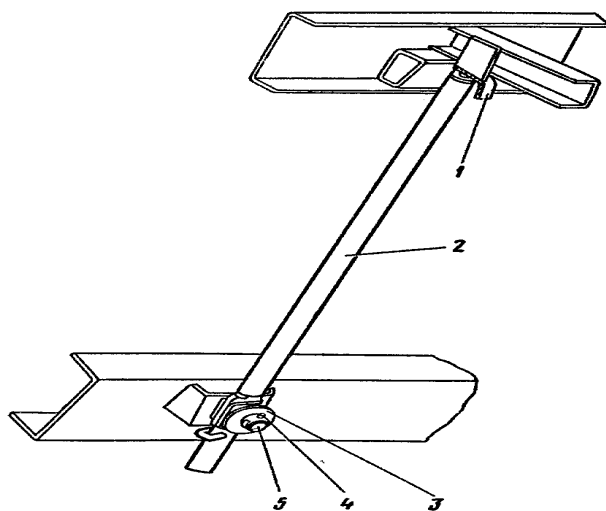

Рис. 23. Стойка предохранительная:
4.10. Стойка предохранительная (см. рис.23). Предохранительная стойка